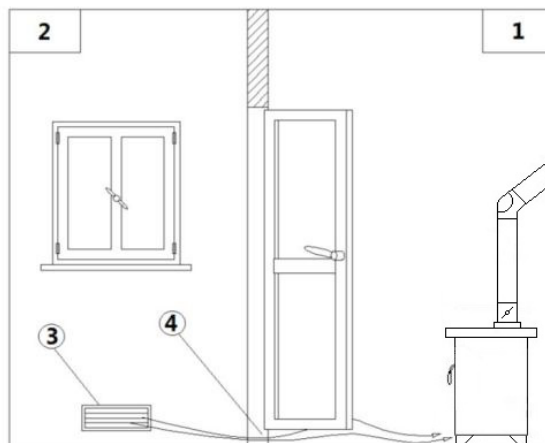
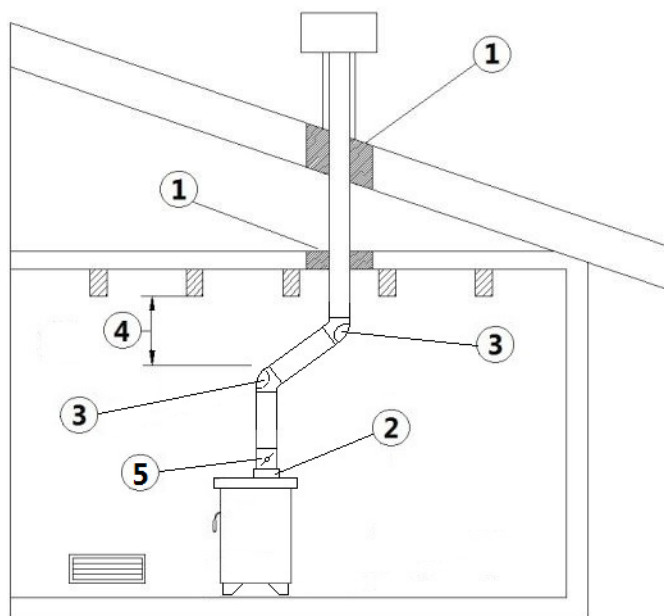

Fig. 6 - Indirectement depuis la pièce adjacente
Fig. 7 - Exemple 1
LÉGENDE Fig. 6 à page 29-Fig. 7 à page 29
- L'afflux d'air entre l'extérieur et la pièce peut se produire directement, à travers une ouverture dans les murs extérieurs de la pièce (solution conseillée voir **Fig. 6 à page 29** ou indirectement, par aspiration de l'air par des pièces proches de celle à ventiler (voir **Fig. 7 à page 29**).